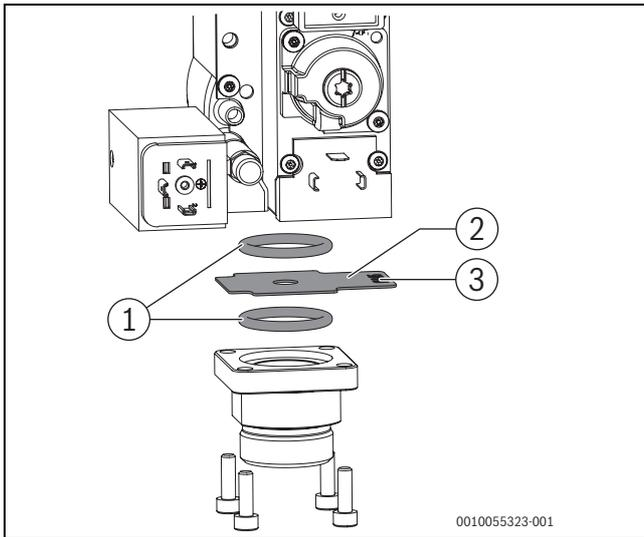

Fig. 27 Sostituzione del diaframma del gas (caldaie di dimensione 75; 100 kW)
- ▶ Rimuovere il diaframma del gas (→ fig. 27 e 28, [2]) e sostituirlo con quello corrispondente al tipo di gas erogato (→ tab. 9).
- ▶ Controllare che gli O-ring (→ fig. 27 e 28, [1]) non siano danneggiati ed eventualmente sostituirli.
Legenda delle figure 27 e 28: